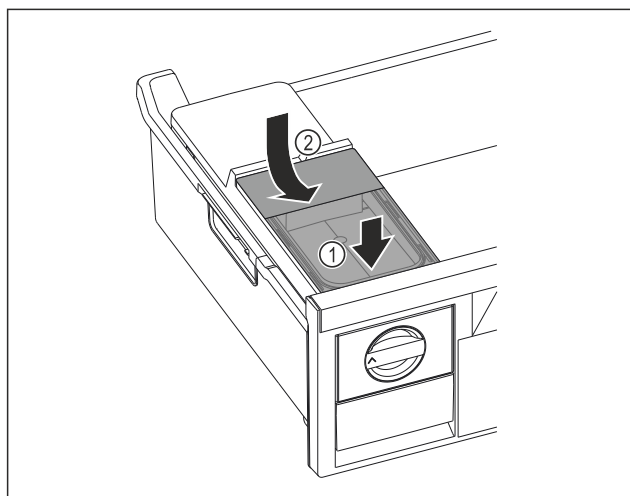

Fig. 214
- Futni depozitën e ujit në pjesën përpara. Fig. 214 (1)
- Ulni poshtë depozitën e ujit në pjesën e pasme. Fig. 214 (2)